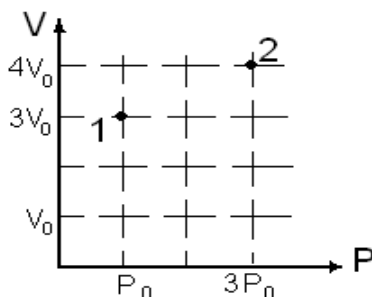

Рис. 16
2. В сосуде находится постоянное количество идеального газа. Как изменится температура газа, если он перейдет из состояния 1 в состояние 2 (рис. 16)?